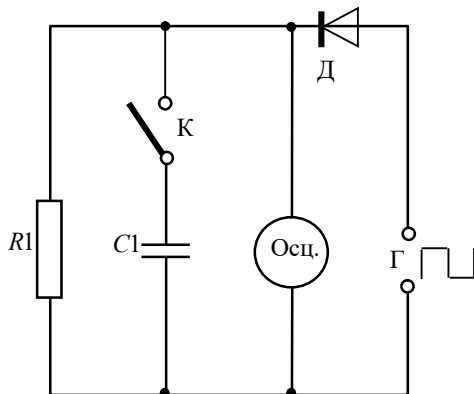
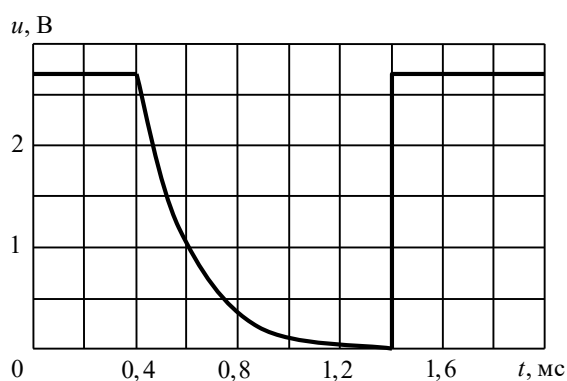

Рис.3. Электрическая схема для наблюдения быстрых релаксационных процессов
Рис. 4. Осциллограмма - зависимость напряжения на конденсаторе от времени
Для наблюдения быстрых релаксационных процессов используются электронный осциллограф $Осц.$ и генератор прямоугольных импульсов Γ (рис.3).
Вольтметр и миллиамперметр выключите. Установите тумблер К на измерительном стенде в положение «Выкл». Включите осциллограф. С выхода « $f = 1000$ Гц» источника питания (генератора) на схему, показанную на рис.3 (она смонтирована на правой половине коммутационной платы), подаются прямоугольные импульсы напряжения с частотой 1000 Гц. Амплитуда импульсов регулируется ручкой на источнике питания. На экране осциллографа должны наблюдаться прямоугольные импульсы напряжения на резисторе R_1 (значение сопротивления R_1 указано на стенде). Зная масштаб по оси времени на экране осциллографа, измерьте период повторения импульсов. Он должен совпасть со значением, вычисленным по формуле $T = 1/f$, где $f = 1000$ Гц. Меняя масштаб по оси времени на экране осциллографа, можно «растянуть» картинку и более детально пронаблюдать передний или задний фронт импульса.
2. На рис.4 изображена осциллограмма (изображение на экране осциллографа), полученная в упражнении 4 (тумблер на рис.3 в поло-